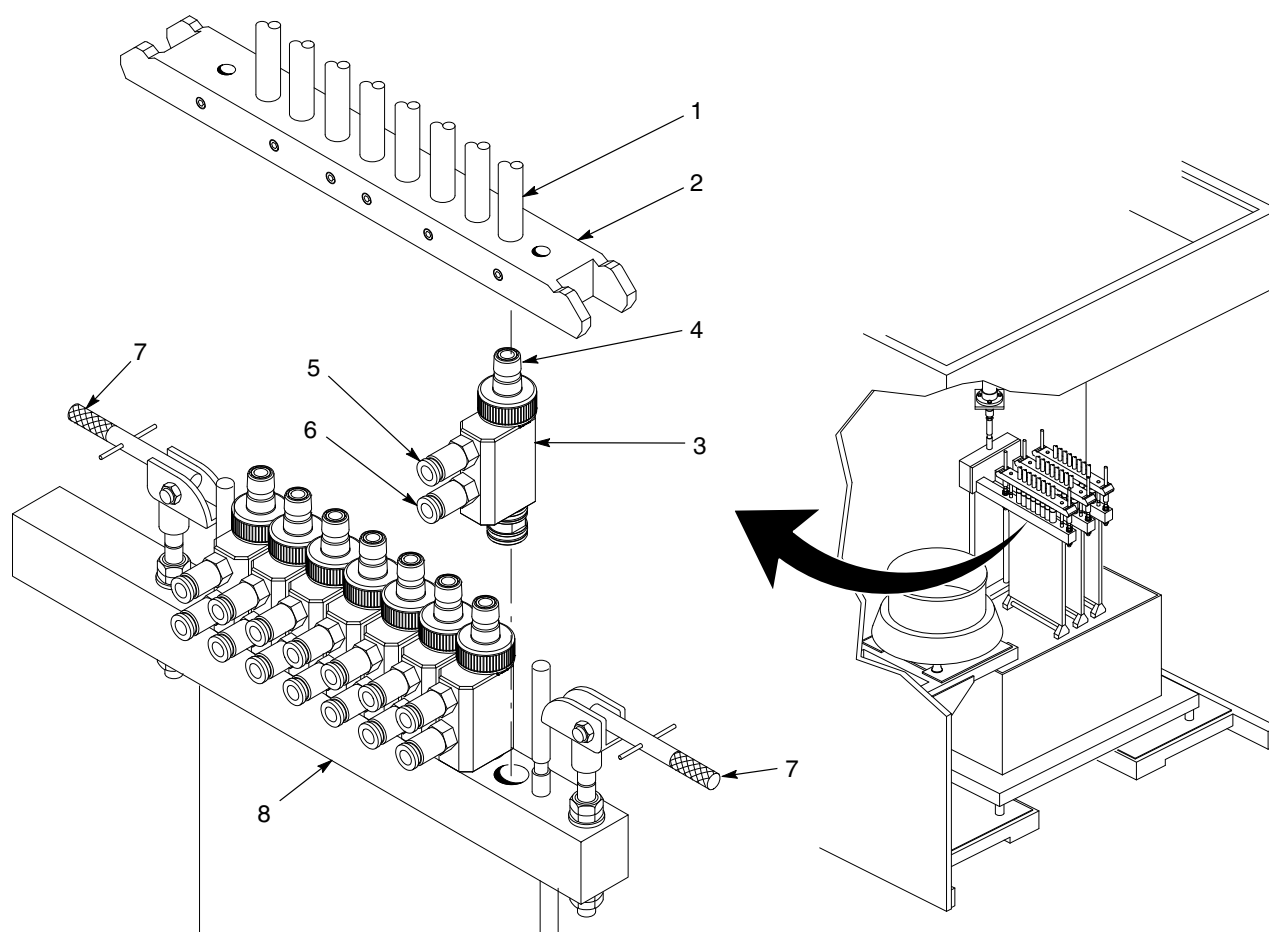

Figura 2 Demontarea și montarea pompelor în linie pe ansamblurile lance
3. A se vedea Figura 2. Deplasați mânerul de prindere (7) în poziția în jos.
4. Ridicați colectorul furtunului de alimentare (2) de pe pompe. Aveți grijă să nu deteriorați canalele Venturi ale pompei (4). Suflați cu aer colectorul furtunului de alimentare și pompele.
5. Deconectați tubulatura pentru aer de la racordurile pentru debitul pompei (6) și pentru aerul de atomizare (5).
6. Trageți pompa (3) de pe blocul colectorului (8) cu o mișcare ușoară de răsucire.
**NOTĂ:** Pentru rezultate optime, furtunul de alimentare a pulberii (1) trebuie să aibă lungimea de maximum 10,7 metri (35 de picioare) și ridicarea verticală pe lungimea sa cu maximum 3,7 metri (12 picioare).
1. A se vedea Figura 2. Apăsați pompa (3) în blocul colectorului (8) până când corpul pompei iese spre bloc.
2. Conectați tubulatura pentru debit și pentru aerul de atomizare la racordurile pentru debit (6) și pentru aerul de atomizare (5).
3. Montați colectorul furtunului de alimentare (2) pe canalele Venturi ale pompei (4).
4. Deplasați mânerele de prindere (7) în poziția în sus.